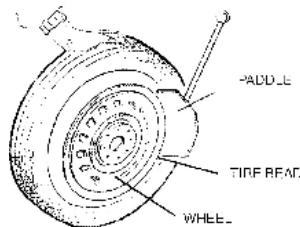

Рис.5
- 3) Отведите лопату отжима покрышки наружу вручную. Установите колесо напротив резинового буфера. Подведите лопату к покрышке на расстоянии 10 мм от края обода (см. рис. 5).